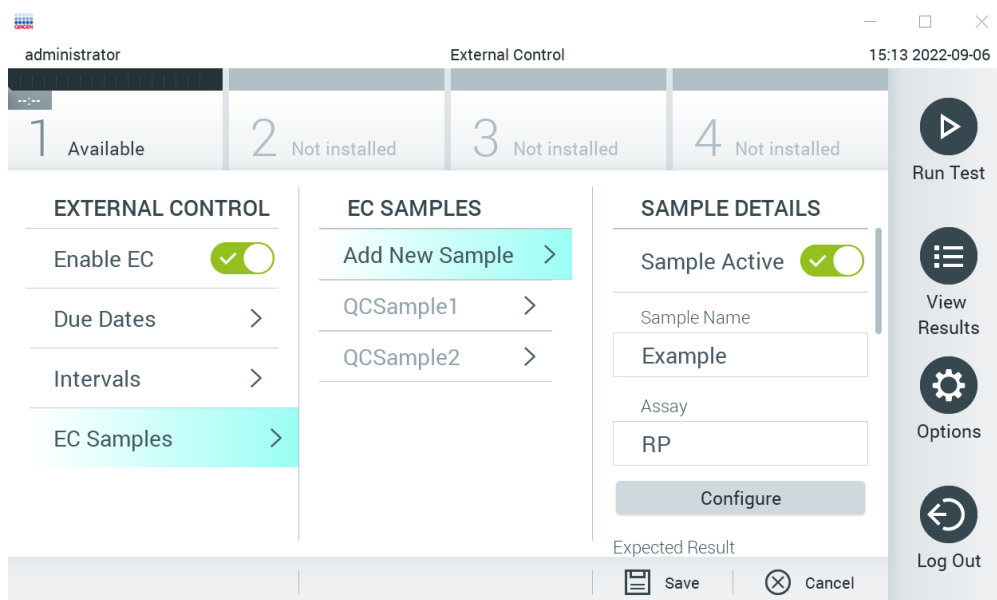
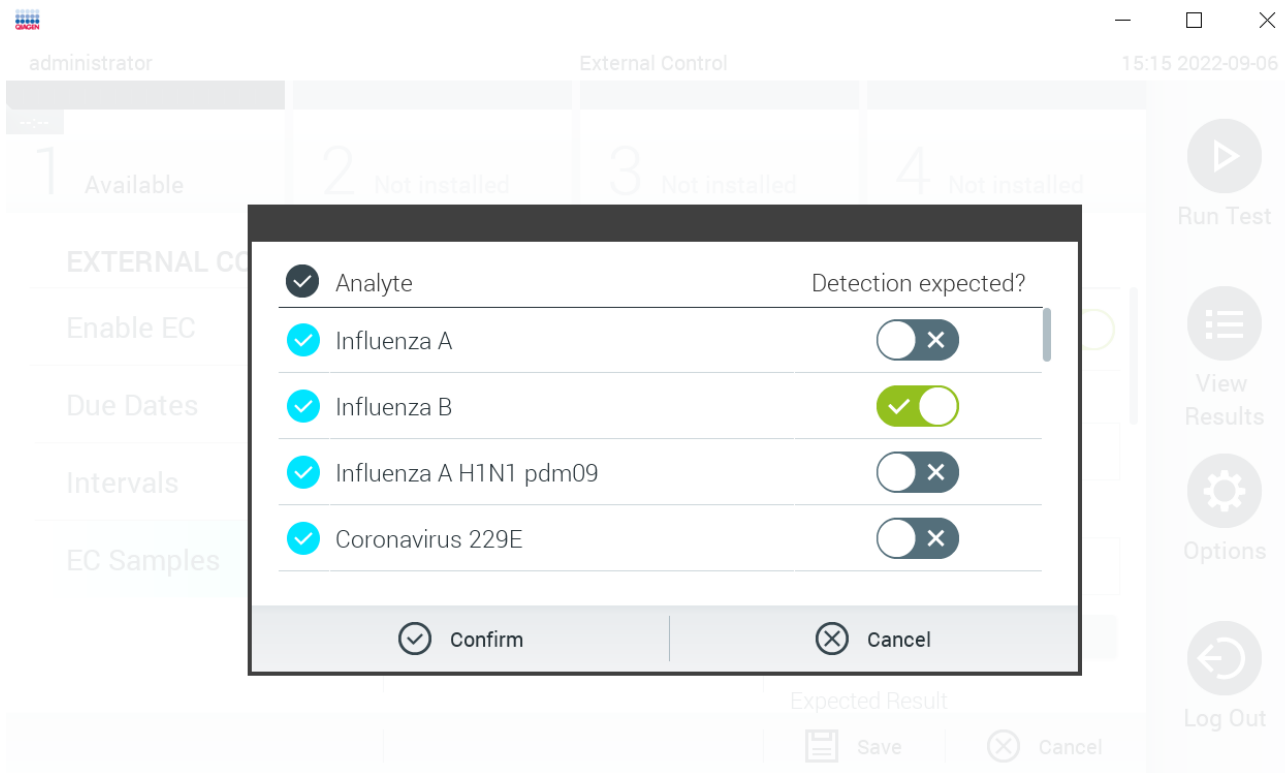

Bild 53. Skärmen External Control EC Samples (extern kontroll EC-prover).
Bild 54. Konfigurationsskärm för Extern kontroll EC-prov.
5. Välj **EC Samples** (EC-prover) för att lägga till eller redigera prover som används i ett extern kontroll-test. För att lägga till ett nytt prov för extern kontroll trycker du på **Add new Sample** (Lägg till nytt prov) och fortsätter sedan med konfigurationen i höger kolumn (bild 53). Redigera ett EC-prov, välj ett befintligt från mittenkolumnen och fortsätt med konfigurationen i höger kolumn.
6. Välj konfigurera för att redigera analyterna i ett Extern kontroll-test (bild 53). I konfigurationen av Extern kontroll EC-prov går det att bestämma om en analyt övervägs för Extern kontroll EC-körningen och om en detektion förväntas (bild 54).